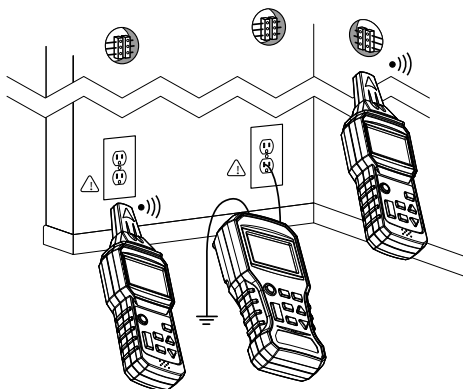

Abbildung 2 Ortung und Verfolgung von Leitungen und Steckdosen
3. Beispiele finden Sie in Abbildung 2 im Abschnitt „Anwendungsabbildungen“.